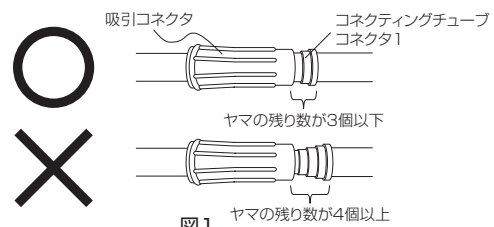

図1
4. 本品の吸引コネクタとコネクティングチューブのコネクタ1をゆるみや外れが生じないようにしっかりと接続する (図1)。